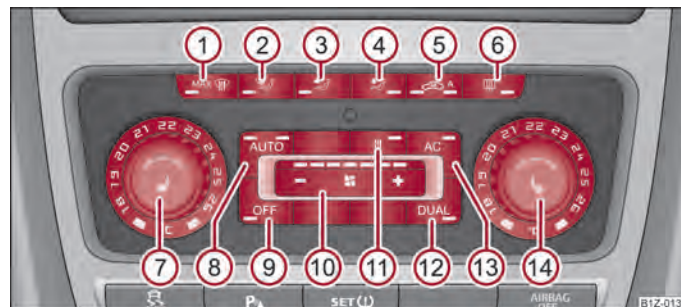

Fig. 95 Climatronic: Elementos de mando
- Pulse la tecla (AUTO) ⇒ fig. 95.
- Pulsar la tecla (AC) ⇒ fig. 95. En la tecla se encenderá el testigo de control.
- Presionando de nuevo el conmutador (AC) se desconectará la refrigeración. Se apagará el testigo de control en la tecla. Activada queda únicamente la función aireación, en la que no se consigue una temperatura inferior a la de la temperatura exterior.
- Después de conectar el encendido, podrá ajustar la temperatura para ambos lados con el regulador giratorio ⑦ ⇒ fig. 95.
- Si desea ajustar la temperatura para el lado derecho, gire el regulador giratorio ⑭. El testigo en la tecla (DUAL) se enciende, lo que quiere decir, que se han ajustado distintas temperaturas para el lado izquierdo y derecho.
- Si se empaña el parabrisas, pulse la tecla  ① ⇒ fig. 95. Cuando el parabrisas se haya desempañado, pulse la tecla .
- Pulse la tecla  ⇒ fig. 95.